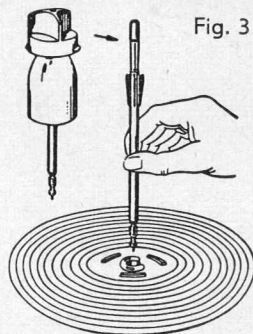

Fig. 3
- 2.11 Colocar el eje apilador de discos sobre el plato (Fig. 3).
- 2.11 Stapelachse einsetzen (Fig. 3).
- 2.11 Insert record spindle (Fig. 3).
- 2.11 Introduire l'axe d'empilage (Fig. 3).